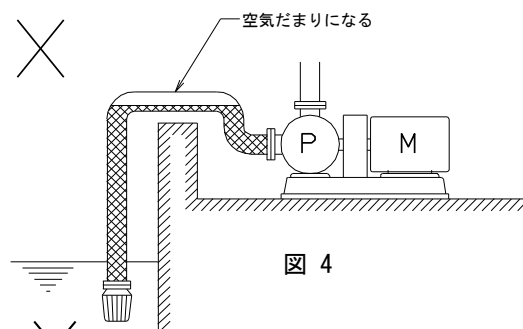

図4
- (d) 吸込管は図4のように配管の途中に空気だまりになる凸部を作らないようにしてください。空気だまりのために揚水できなかつたり、ドライ運転になってポンプ内しゅう動部を焼きつかせる恐れがあります。